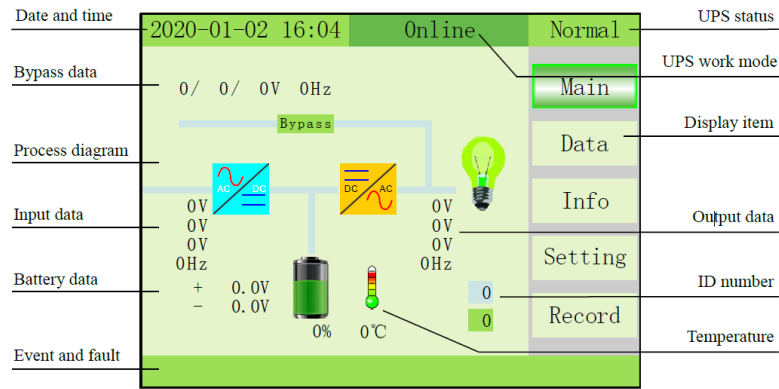

Fig. 3-7 Interfaz principal
- 1) MAIN: Aparece la interfaz principal siguiente cuando se conecta la energía o el sistema se arranca en frío (Fig. 3-7). Muestra un gráfico de estado del SAI.